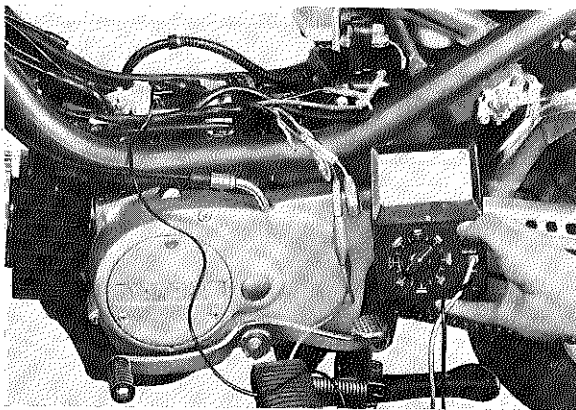

Fig. 6-6-2
- b. Connect positive (+) test lead to yellow and green wire from magneto and negative (—) test lead to a good ground on engine. Read the resistance on ohms scale. (Fig. 6-6-2)
- b. Raccorder le fil positif (+) du contrôleur aux fils jaunes et verts en provenance du volant magnétique, et mettre son fil négatif (—) à la masse sur le moteur. Noter chaque fois la résistance indiquée sur l'échelle " $\Omega \times 1$ " (Fig. 6-6-2).
- b. Positive (+) Leitung des Prüfers an die gelbe und grüne Leitung vom Schwungmagnetzünder, und die negative (—) Leitung des Prüfers einwandfrei an Masse anschließen. Der Widerstand wird auf der Ohmskala angezeigt. (Fig. 6-6-2)